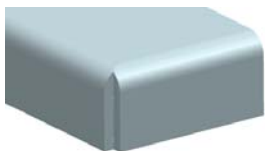

图 7-3 “封闭的”示意图
2) 封闭的：可以将整个弯边特征的内壁封闭，使边线之间能够相互衔接，示意图如图 7-3 所示。